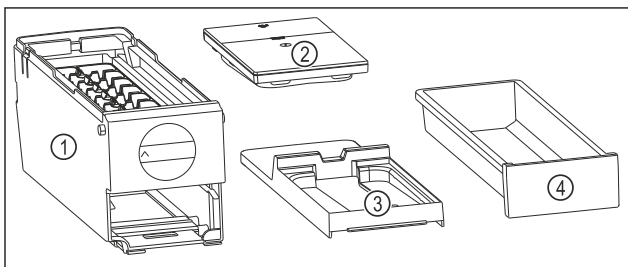

Fig. 143 Bestandteile des EasyTwist-Ice
- ▷ EasyTwist-Ice ist in vier Teile zerlegt. (siehe Fig. 143)
- ▶ EasyTwist-Ice nur in abgebildete Bestandteile zerlegen. (siehe Fig. 143)
- ▶ EasyTwist-Ice-Korpus Fig. 143 (1) als Ganzes reinigen.